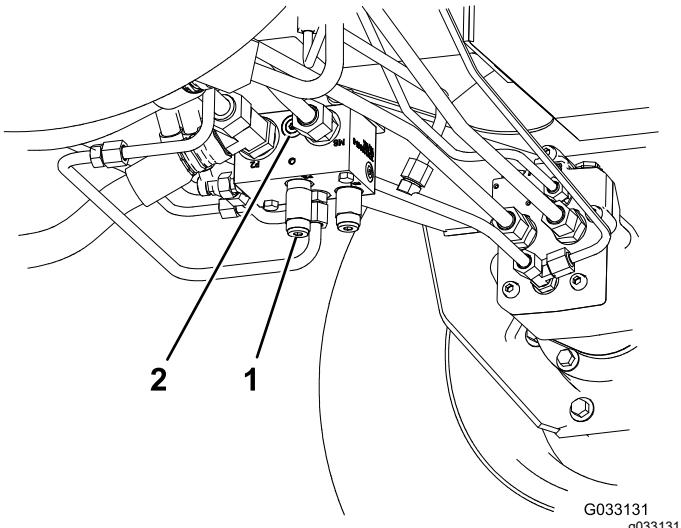

Figure 39
- Coupleur (ref. Toro 95-0985) (2)
- Raccord hydraulique (ref. Toro 340-77) (2)
- Montez un raccord de diagnostic dans l'orifice non identifié situé entre les orifices M8 et P2 sur le collecteur de déplacement arrière (Figure 39).